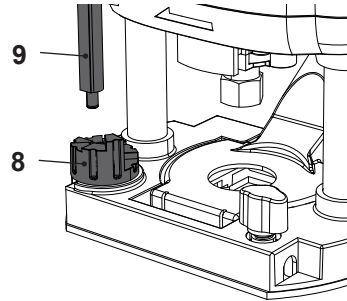

Fig. 18
Utilice el tope escalonado (8) para realizar cortes más profundos en varios pasos, cada uno de ellos con menor material eliminado. Con este producto se pueden dividir los cortes para que puedan realizarse hasta en 8 pasos (Fig. 18).